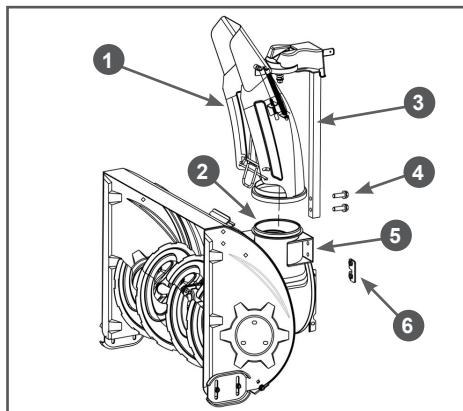

Рис. 14 Установка желоба выброса снега ST661
- Установите желоб выброса снега. Для этого установите желоб 1 на фланец 2 отверстия выброса снега, а стойку 3 закрепите на кронштейне 5 с помощью болтов 4 и пластины 6 (Рис. 14).